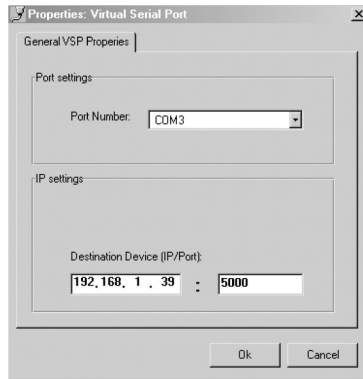

Рис. 11. Окно свойств виртуального последовательного порта
3. Для добавления виртуального последовательного порта нажмите кнопку *Add VSP* и введите IP-адрес и номер порта **VS-311H** (рис. 11).